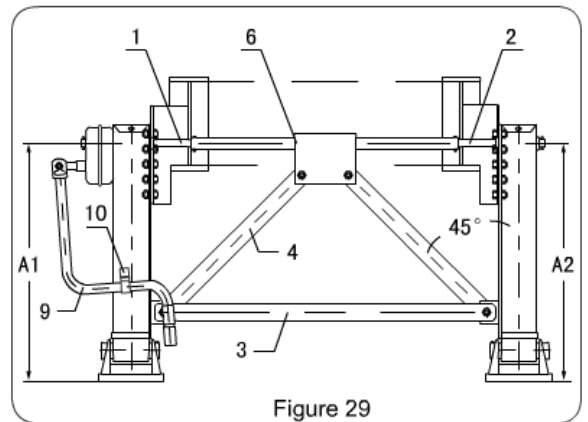

Figure 29
① Опора с редуктором и опора без редуктора должны быть параллельны друг другу и под прямым углом к раме прицепа.
② Вал 1 и вал 2 должны быть на одной прямой.
③ Крепления на обе опоры должны быть прочными и безопасными.
④ Приварите подпорные блоки на корпус.
⑤ Отрегулируйте высоту подъема на опорах. Разница между A1 и A2 (Рис.29) должна быть меньше 5 мм.
с легким ходом и обе ноги движутся одновременно. Переключение между высокой и низкой передачей должно быть плавным. Если вышеуказанные условия не выполняются, может понадобится повторная регулировка. После тестирования держите включенной высокую передачу и зафиксируйте кривошипную рукоятку 9 на рукоятке кронштейна 10. (Рис.29)